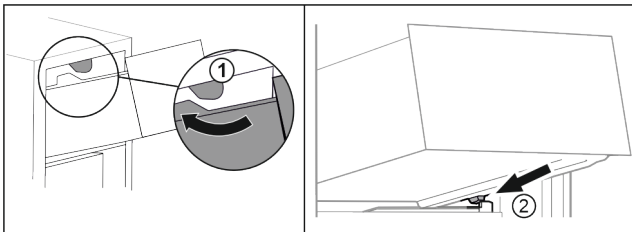

Fig. 22
- ▶ Lade om de bovenste stoppers leiden. Fig. 22 (1)
- ▶ Lade schuin achter de onderste stoppers op containerrib plaatsen. Fig. 22 (2)